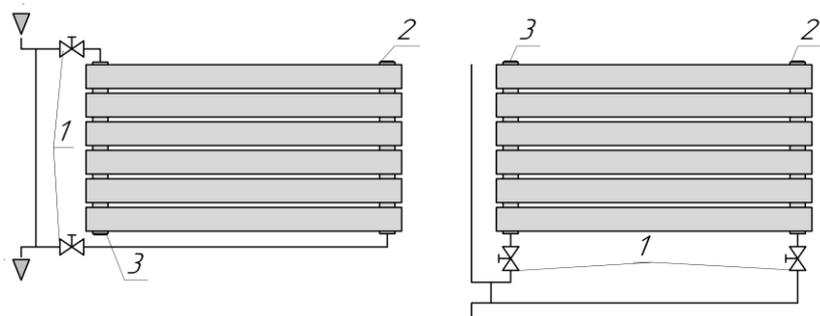
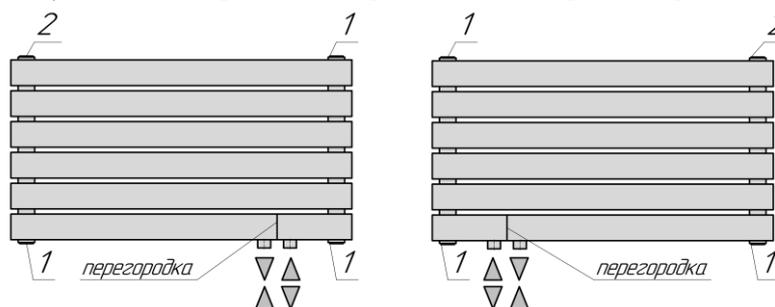

Рис. 2. 1. Вентиль (кран). 2. Кран Маевского-воздухоотводчик. 3. Пробка глухая.
Рис. 4. 1. Вентиль (кран). 2. Кран Маевского-воздухоотводчик. 3. Пробка глухая.
2.2 Радиаторы выпускаются с разнесенным (седловым) нижним или диагональным подключением «ELLIPSE S H», (Рис.2, 3) или с правосторонним (левосторонним) нижним подключением с межосевым расстоянием 50 мм для моделей «ELLIPSE S H R(L)» (Рис.4).
5.7. Схема разнесенного подключения радиатора к однотрубной системе (Рис. 2):
5.9. Схемы присоединения под арматуру нижнего подключения 50 мм к двухтрубной системе отопления (Рис. 4): Подключение прямой и обратной магистрали - произвольное.